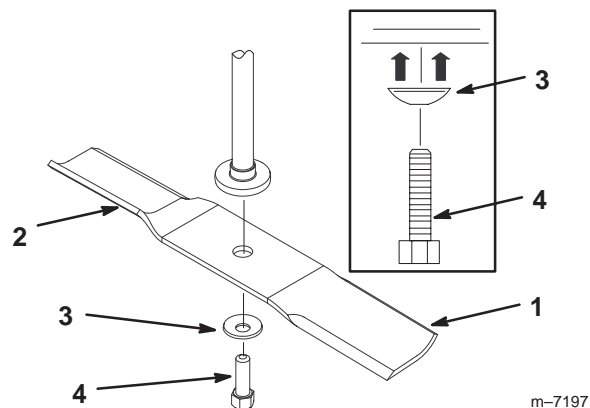
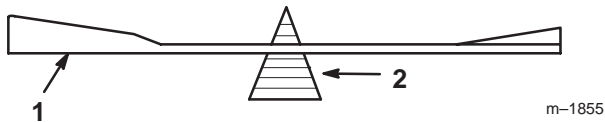

Bild 36
Bild 38
Halten Sie das Ende des Messers mit einem stark wattierten Handschuh oder wickeln Sie einen Lappen um es herum. Entfernen Sie die Messerschraube, Wellenscheibe und das Messer von der Spindelwelle (Bild 36).
2. Überprüfen Sie die Auswuchtung des Schnittmessers auf einer Ausgleichsmaschine (Bild 38). Wenn das Schnittmesser in seiner horizontalen Position bleibt, ist es ausgewuchtet und kann wiederverwendet werden. Feilen Sie, wenn das Schnittmesser nicht ausgewuchtet ist, vom Flügelbereich des Messers etwas Metall ab (Bild 36). Wiederholen Sie diesen Vorgang, bis das Messer ausgewuchtet ist.
1. Bringen Sie das Messer auf der Spindelwelle an (Bild 36).
2. Setzen Sie die Wellenscheibe (Kappenseite zum Messer) und die Messerschraube ein (Bild 36). Ziehen Sie die Messerschraube mit 47 bis 88 Nm an.